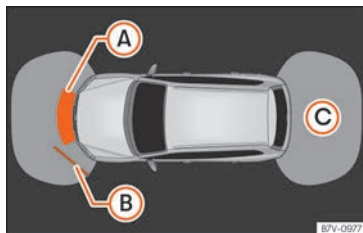
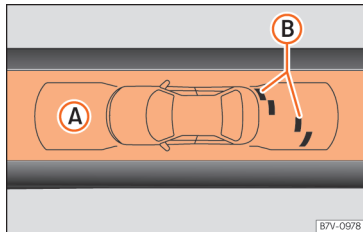

Abb. 248 Bildschirmanzeige des OPS: **(A)** Hindernis im Kollisionsbereich erkannt; **(B)** Hindernis im Segment erkannt; **(C)** Abgetasteter Bereich hinter dem Fahrzeug.
Abb. 249 Bildschirmanzeige des OPS: **(A)** Hindernis im Segment erkannt; **(B)** Abgetasteter Bereich vor dem Fahrzeug.
Der Bereich, in dem Hindernisse erkannt werden, erstreckt sich vor dem Fahrzeug bis zu einem Abstand von etwa 120 cm und etwa 60 cm zur Seite **» Abb. 249 (B)**. Der Bereich hinter dem Fahrzeug wird bis zu einem Abstand von etwa 160 cm und etwa 60 cm zur Seite **» Abb. 248 (C)** abgetastet.
Die angezeigte Grafik stellt die überwachten Bereiche in mehreren Segmenten dar. Grafik stellt die überwachten Bereiche in mehreren Segmenten dar. Je mehr sich das Fahrzeug einem Hindernis annähert, umso dichter rückt das Segment an das dargestellte Fahrzeug »» **Abb. 248 (B)** und »» **Abb. 249 (A)**. Spätestens wenn das vorletzte Segment angezeigt wird, ist der Kollisionsbereich erreicht. **Nicht weiterfahren!**